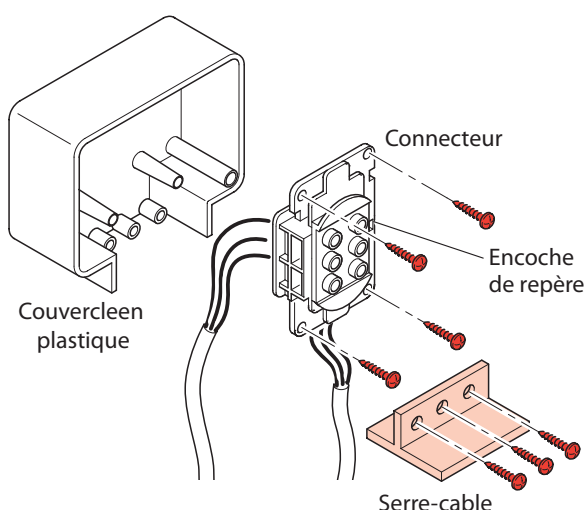

Fig. 3
2. Branchez le connecteur sur le couvercle en plastique en le fixant par les vis prévues à cet effet, ensuite fixez les fils sur le couvercle par un serre-câble (voir fig. 3).
On se conseille donc d'utiliser un câblage direct entre le tableau électrique et le connecteur Entrée/Sortie de l'onduleur (selon les instructions de branchement à pages 10-11, figures 3 et 4) dans les installations où la courante en entrée de l'onduleur est au-dessus de 16A (exemple : MegaLine 3 103 36 ou 3 103 37 avec Vin=184V).